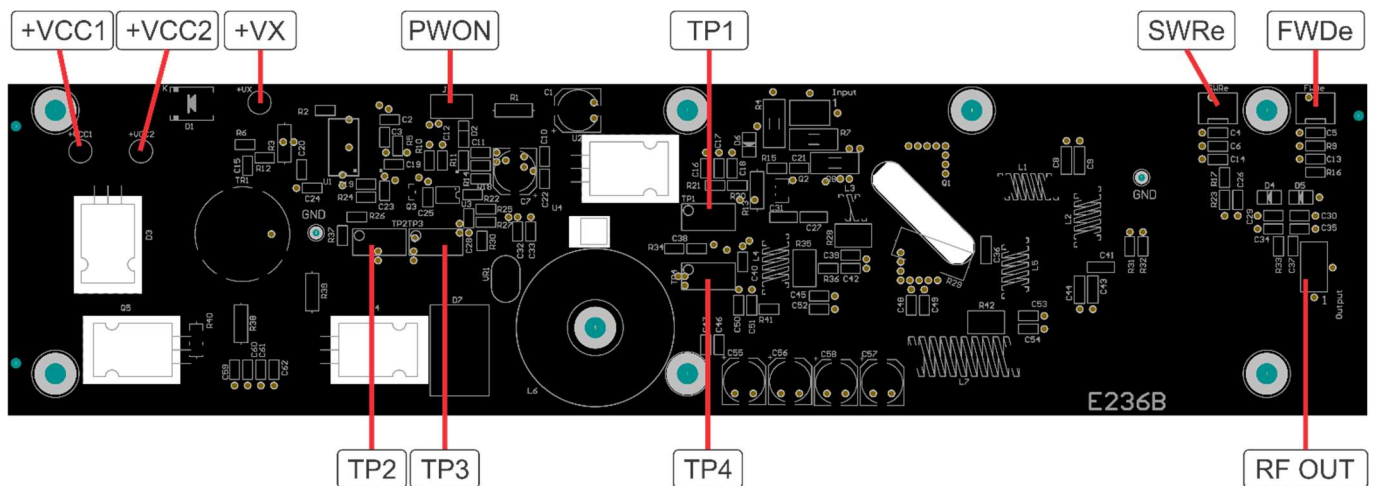

Figura 23: Excitador RF - E236B
3.5.1 Excitadora de RF, E236B, Figura 23.